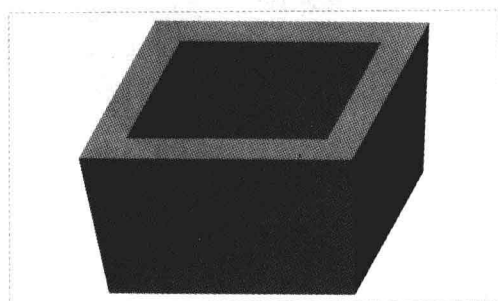

图 6-34 创建中性线拔模特征
Step 05 单击“应用并保存在工具中所做的所有更改，然后关闭工具操控板”按钮，即可创建中性线拔模特征，如图 6-34 所示。